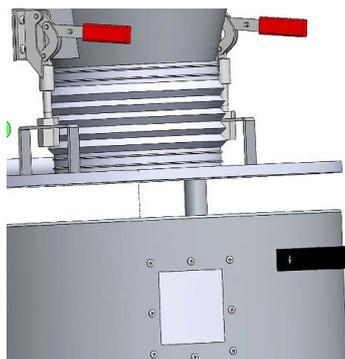

Abb. 24: Spänesammelbehälter reinigen
Schritt 2: Schnellverschlüsse (Abb.24) lösen um den Behälter zu öffnen.